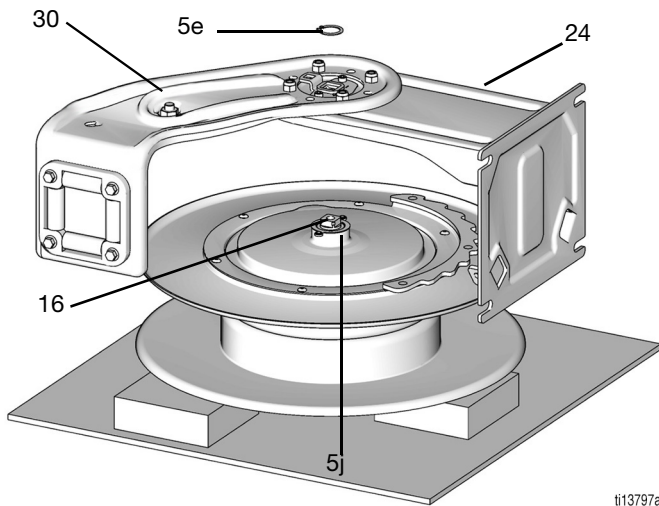

FIG. 22
10. Enlever le circlip (5e) (FIG. 22).
13. Placer la bobine neuve (5) sur le côté sur une table de travail, avec le côté plat de la bobine face vers le bas et le côté cliquet face vers le haut. Voir la FIG. 22.
14. Positionner l'ensemble du bras de guidage (30) et de la base du socle (24) sur la bobine. Régler si nécessaire pour que les pièces soient alignées.
REMARQUE : Le remontage de l'ensemble bras de guidage (30) et base du socle (24) est plus facile lorsque la bobine (5) est soutenue et de niveau. En plaçant des cales de bois de 25 mm sous la bobine, comme montré sur la FIG. 22, la bobine est soutenue pendant l'installation du bras.
17. Installer les rondelles (15 et 17) et le boulon long (18), mais ne pas serrer le boulon.
19. Placer le bras de guidage (30) et l'ensemble de socle (29) sur l'ensemble de raccord tournant et bobine (5).
20. Installer le grand écrou (11) et serrer (couple 85 - 105 ft-lb/115,2-142,4 N•m) (FIG. 22).
21. Serrer le boulon (18)